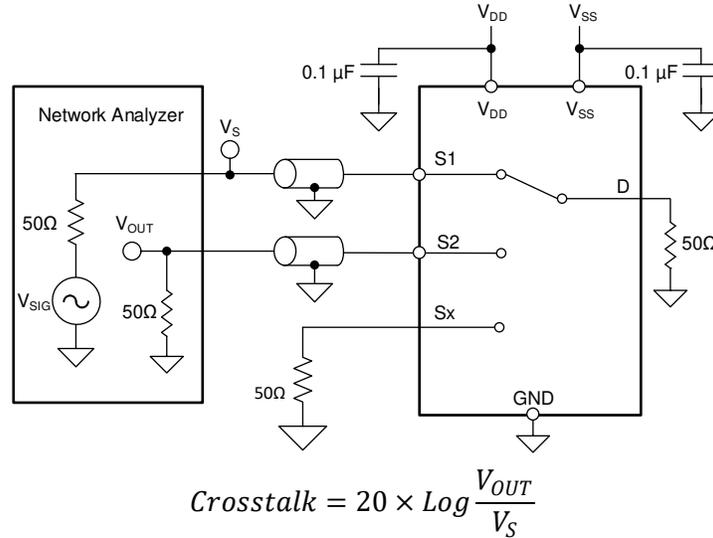

図 7-11. クロストーク測定時の設定
クロストークは、オンチャンネルのソース ピン (Sx) に信号が印加された場合に、他のチャンネルのドレイン ピン (D) に現れる信号の比率として定義されます。図 7-11 に、クロストークの測定を行う際のセットアップと、クロストークの計算に使用する式を示します。